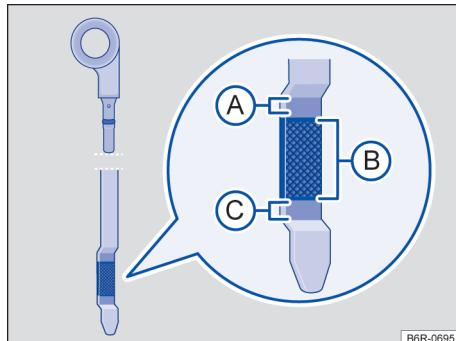
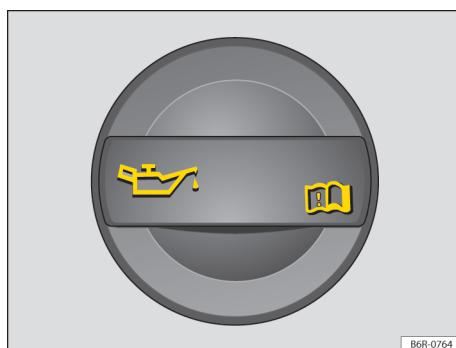

Fig. 151 Vareta de medição do óleo com marcas de nível do óleo do motor.
Fig. 152 No compartimento do motor: tampa da abertura para enchimento de óleo do motor.
Em caso de alta demanda do motor, o nível do óleo do motor deve estar o mais próximo possível da área → Fig. 151 **(A)** – sem ultrapassar, como,
Legenda para → Fig. 151:
4. Identificar a abertura para enchimento de óleo do motor e a vareta de medição do óleo. A abertura para enchimento do óleo do motor é identificada pelo símbolo  na tampa → Fig. 152 e pela vareta de medição do óleo com a alça colorida. Se não estiver claro onde a tampa e a vareta de medição do óleo se encontram, procurar uma Concessionária Volkswagen ou uma empresa especializada.
5. Retirar a vareta de medição do óleo do tubo-guia e limpá-la com um pano limpo → ①.
7. Retirar novamente a vareta de medição do óleo e ler o nível do óleo do motor na vareta de medição → Fig. 151 da seguinte maneira:
9. Desrosquear a tampa do bocal de enchimento de óleo do motor → Fig. 152.
12. Verificar novamente o nível do óleo do motor na vareta de medição do óleo antes de reabastecer mais uma pequena quantidade de óleo do motor. Nunca reabastecer com óleo do motor em excesso → ①.
13. No final do processo de abastecimento do óleo, o nível do óleo do motor deve estar, ao menos, no meio da área → Fig. 151 Ⓑ, mas jamais acima da área Ⓒ → ①.
- Não ligar o motor se o nível do óleo do motor estiver acima da área → Fig. 151 Ⓒ. Procurar uma Concessionária Volkswagen ou uma empresa especializada. Caso contrário, o catalisador e o motor podem ser danificados! ▶
O nível do óleo do motor não deve em nenhuma hipótese ultrapassar a área → Fig. 151 A). Com o nível acima dessa área, o óleo pode ser aspirado pela ventilação do cárter, sendo lançado na atmosfera pelo sistema de escape. Além disso, o óleo pode ser queimado dentro do catalisador, danificando-o.